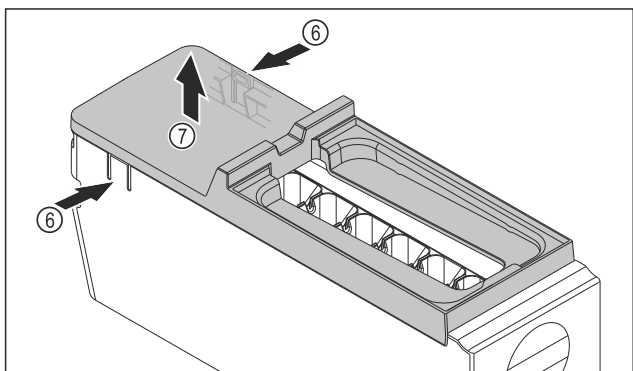

Fig. 184
- ▶ Зняти кришку з корпусу EasyTwist-Ice: натиснути однією рукою на накладки Fig. 184 (6) з обох боків корпусу EasyTwist-Ice.
- ▶ Зняти кришку Fig. 184 (7), потягнувши її вгору іншою рукою.